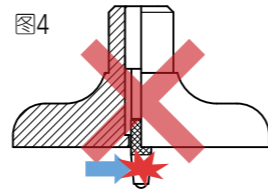

图4
1. 请勿剧烈摇晃测头或向其施加横向的力，否则会影响动作和精度。(图4)